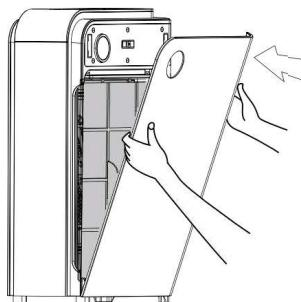

Abb. 7
- Setzen Sie die Gehäuseabdeckung (1) zurück und achten Sie auf ihre richtige Befestigung an den Haken, die sich unten am Gehäuse des Gerätes (8) befinden. (Abb.7) Vergewissern Sie sich, dass die Gehäuseabdeckung richtig mit Magnetverschluss gesichert wird.